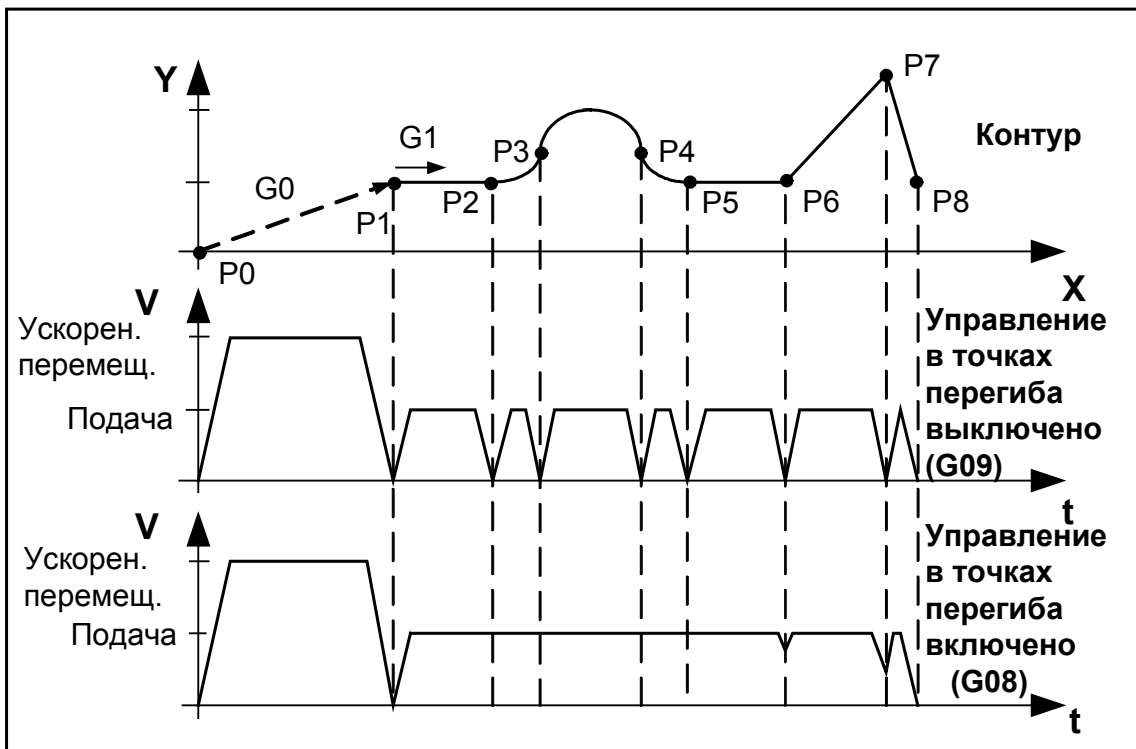

Рис.24.
Указанные инструкции поддерживают контурную скорость подачи вдоль сложной траектории настолько постоянной, насколько это возможно. Если подобное управление выключено, то скорость подачи снижается до нуля в конце каждого кадра и возрастает до запрограммированного значения в начале каждого кадра. Если подобное управление включено, то скорость подачи будет снижаться до необходимого уровня в точках перегиба контура (за исключением начала и конца процесса обработки), см. рис.24.
10. Управление скоростью подачи в точках перегиба с учетом функции “look-ahead”, - G108. Функция “look-ahead” работает в диапазоне числа кадров, установленных в машинных параметрах. Завершение диапазона для инструкции G08 выглядит так же, как и завершение процесса обработки. В этом случае произойдет неоправданное снижение скорости, как это было показано на рис. 24. Инструкция G108 позволяет избежать подобного снижения скорости подачи.